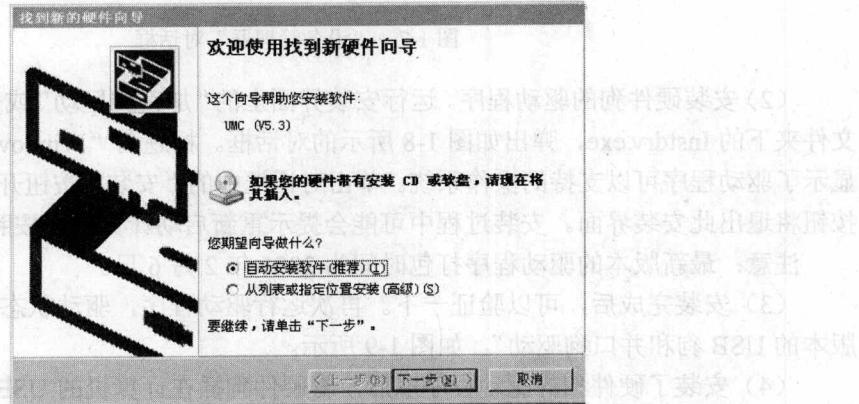
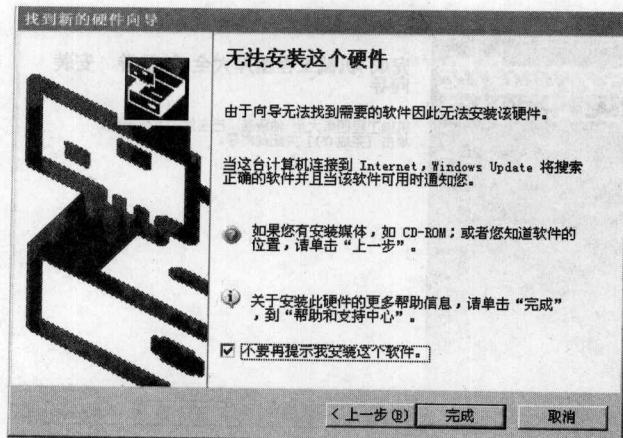
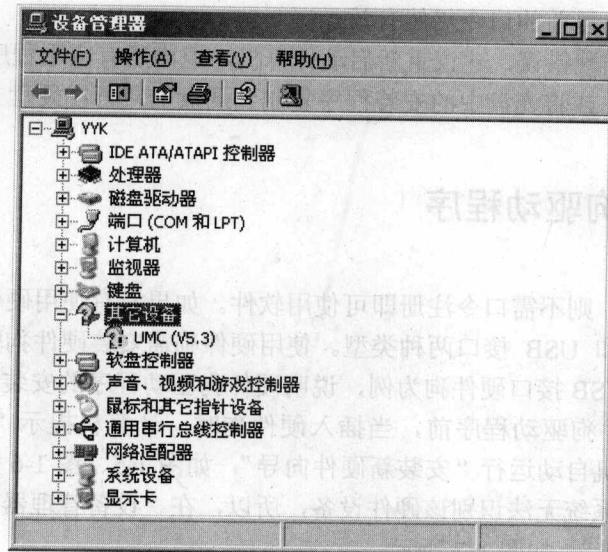

图 1-5 “找到新硬件向导”对话框
图 1-6 显示“无法安装这个硬件”
图 1-7 “设备管理器”对话框
(1) 未安装硬件狗驱动程序前，当插入硬件狗时，计算机提示“发现新硬件，UMC (V5.3)”。接着计算机自动运行“安装新硬件向导”，如图 1-5、图 1-6 所示。由于没有安装硬件狗的驱动程序，系统无法识别该硬件设备，所以，在“设备管理器”的“其它设备”下显示为“UMC (V5.3)”，如图 1-7 所示。